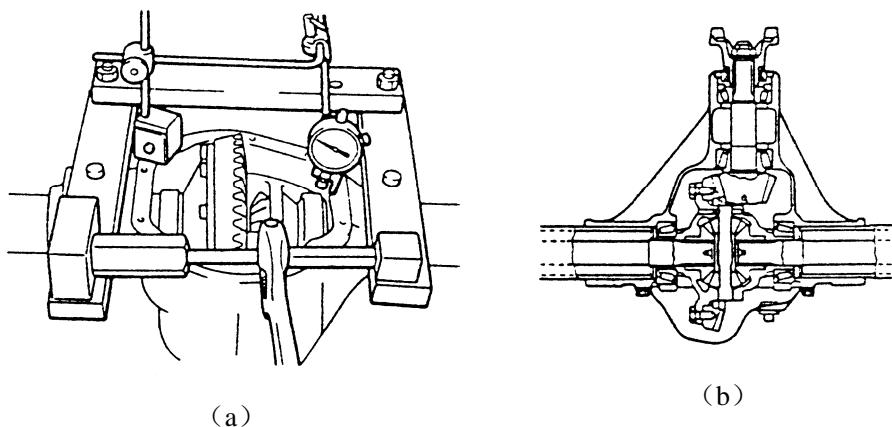

图 4-103 差速器分解前检查
(1) 若差速器内零件必须拆下时，按图 4-103 (a) 所示将整个轴由车上拆下并固定在工作台或工作架上。
(2) 拆下放油塞并泄放润滑油，若差速器上未设置放油塞，则在拆下差速器盖板后泄放润滑油。
(3) 拆下盖板螺栓、盖板及盖板垫片 (盖板垫片不能重复使用)，倾斜差速器并将差速器油彻底。在此同时清扫差速器盖板面，确定没有任何刻痕及残留垫片屑。
(4) 拆下轴承盖，注意刻在盖子及差速器上的配合字母或号码 (字母或号码在轴水平及垂直位置)，这便于正确地组装。注意在拆卸差速器壳与从动大齿轮时，必须确定后半轴确实被拉出，并确保一定间距，再拆下差速器总成。
(5) 固定延展器至差速器上，按图 4-103 (b) 所示使用千分表，检查延展部分不要差速器超过 0.5mm。